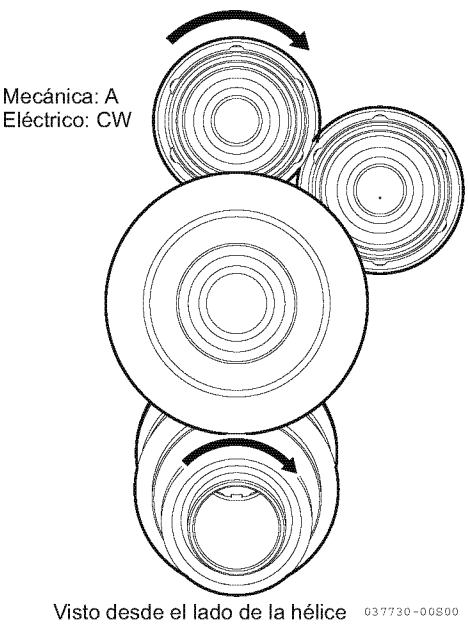

Figura 6
3. En estas condiciones, la hélice gira en la dirección de **Figura 6** al arrancar el motor.